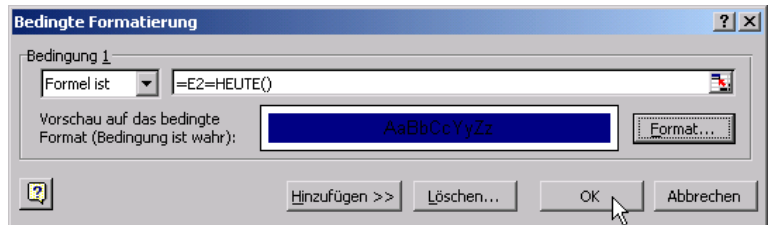

Bild 5: Einstellungen für den Marker zum aktuellen Tag.
4. Legen Sie über die Schaltfläche Format in der Registerkarten Muster die gewünschte Farbe fest (Bild 5).